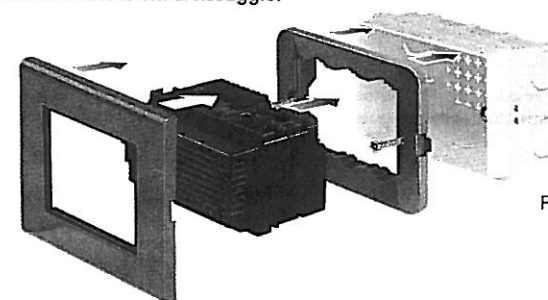

Fig. 3
- Inserire il rivelatore nel telaio come illustrato nella Fig. 3.